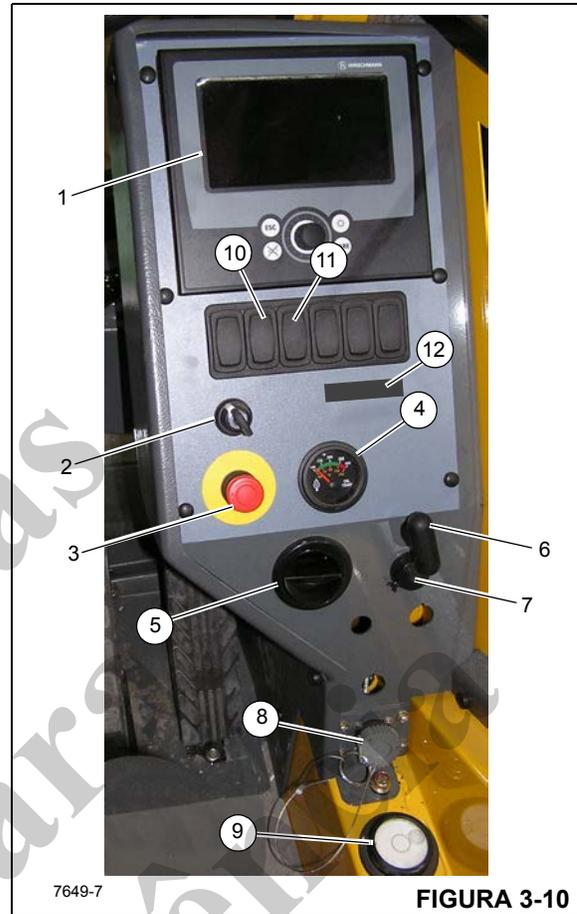

Figura 3-10 Números dos itens
O painel de controle dos sistemas do RCL (Limitador de capacidade nominal) e de Definição de área de trabalho (1) (Figura 3-10) localiza-se no lado direito da cabine. Ele contém os controles e indicadores do Sistema RCL e do Sistema de definição da área de trabalho do guindaste. Consulte o Manual do RCL para obter informações detalhadas.
A chave de contorno (cancelamento) do RCL (2) (Figura 3-10) é uma chave momentânea; gire a chave para a posição Ligada (direita) para desativar os controles do RCL. Liberar a chave permite que os controles do RCL são reativados.
A chave de parada de emergência do guindaste (3) (Figura 3-10) localiza-se no console da cabine do guindaste e é usada para desligar o motor do guindaste. Pressione o botão vermelho para desligar o motor, o que acende o indicador de parada de emergência na coluna de direção. Gire e puxe o botão para retomar a operação normal.
O indicador de temperatura do óleo da transmissão (OIL TEMP) (4) (Figura 3-10) localiza-se no centro do console dianteiro direito. O indicador mostra a temperatura do óleo de transmissão em uma escala dupla calibrada de 60 a 160°C e 140 a 320°C. O indicador recebe sinal de uma unidade de transmissão da temperatura na linha de óleo do conversor de torque.
A Alavanca de controle de trava de giro do pino da plataforma rotativa (6) (Figura 3-10) localiza-se no painel de controle lateral. O objetivo da trava contra giro do pino é bloquear a superestrutura na posição diretamente sobre a dianteira para apanhar e transportar cargas.
A tomada de 12 V para acessórios (7) (Figura 3-10) está localizada na parte inferior do painel de controle e está projetada para aceitar a maioria dos conectores adaptadores para 12 V.
O conector de diagnóstico (8) (Figura 3-10) está localizado na parte inferior do painel de controle dianteiro. Ele é usado na manutenção do sistema elétrico do guindaste.
O indicador de nível de bolha (9) (Figura 3-10) localiza-se abaixo do painel de controle dianteiro. O indicador fornece ao operador um auxílio visual para determinar o nivelamento do guindaste.
O indicador de 3ª volta do cabo do guincho (10) (Figura 3-10) localiza-se no console direito. O indicador acende em vermelho quando restarem três ou menos voltas do cabo em qualquer guincho.
O indicador de clima frio opcional (11) (Figura 3-10) localiza-se no console direito. O indicador acende quando a temperatura estiver abaixo de -29°C (-20°F). Ele serve como aviso para que o operador interrompa a operação sob frio extremo.
O LED indicador de temperatura ambiente (12) (Figura 3-10) localiza-se no console direito. Quando a temperatura ambiente fora do guindaste cai abaixo de -29°C (-20°F), o LED indicador acende e envia um sinal ao sistema RCL. Esse controle de temperatura destina-se a evitar a operação das funções de elevação do guindaste em temperaturas inferiores a -29°C (-20°F). O sistema inicia um bloqueio das seguintes funções do guindaste: elevação do guincho, abaixamento da lança e extensão da lança telescópica. O abaixamento do guincho, a elevação da lança e a retração da lança telescópica, juntamente com o cancelamento do bloqueio ainda funcionarão para abaixar a carga.